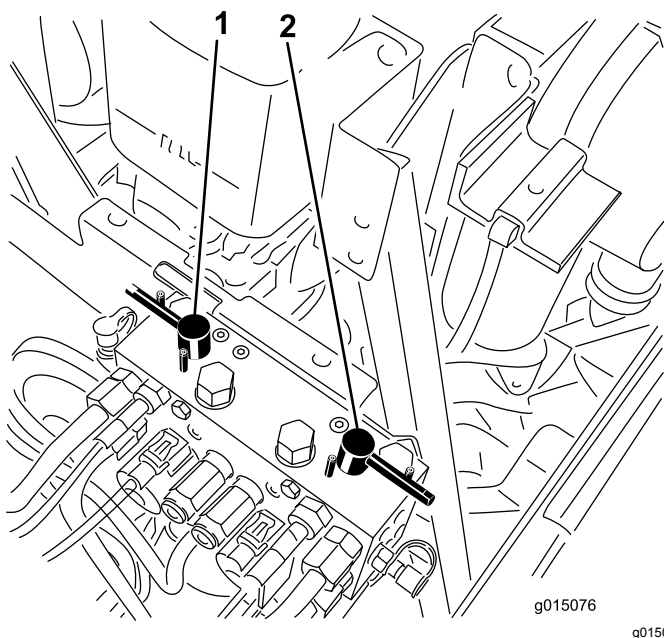

Bild 83
4. Wählen Sie entweder den vorderen, hinteren oder beide Läpphebel aus, um festzulegen, welche Geräte geläppt werden (**Bild 83**).